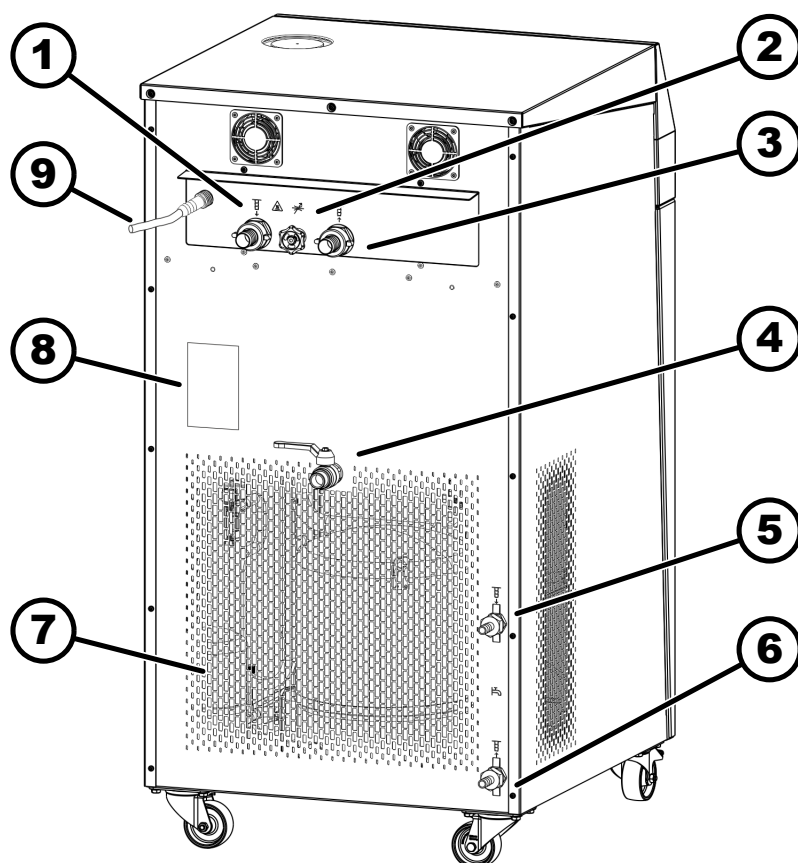

Fig. 6: Parte posterior VC 10000 W
9. **Imagen 6:** La rampa debe quedar pegada al palet. Dos personas deben quedarse con los pies a la derecha e izquierda de los listones de guía de la rampa para asegurarse de que no se resbale. Baje el equipo del palet de transporte con cuidado con la parte frontal por delante ⑪.